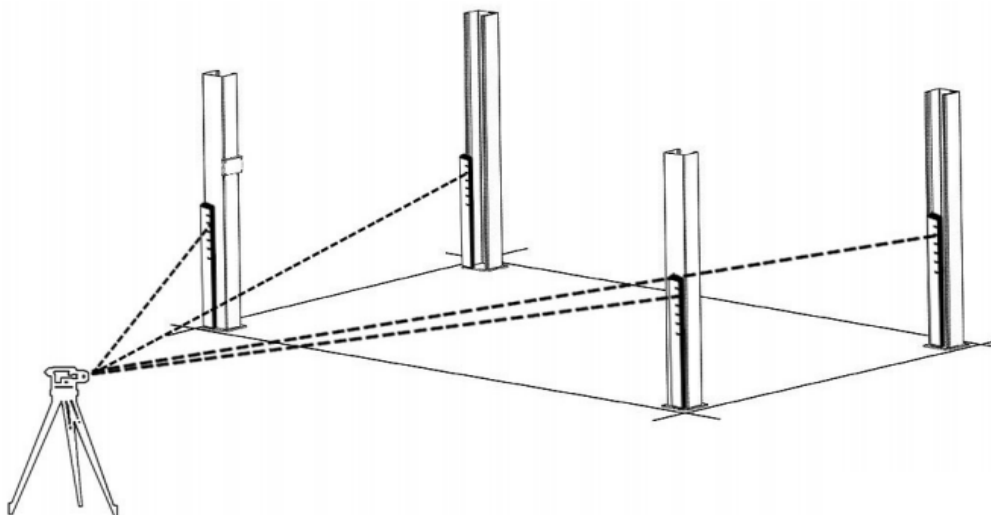

Рис. 3.2
2. Для того чтобы оценить необходимость установки клиньев для выравнивания, поставьте мишень на полу перед каждой стойкой и запишите показания нивелира. Определите самую высоко расположенную стойку и найдите разницу ее высоты с другими стойками. Эта разница и будет необходимой высотой, которую нужно компенсировать клиньями (см. рис. 3.2).